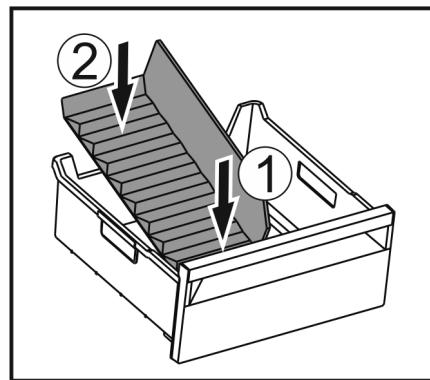

Fig. 139
- ▶ Вставити передню частину перегородки відділення для льоду. Fig. 139 (1)
- ▶ Опустити задню частину перегородки відділення до dna ящика для кубиків льоду. Fig. 139 (2)